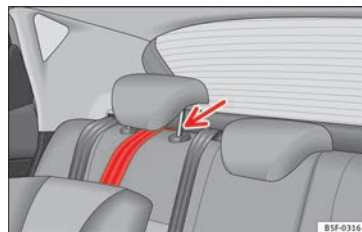

Bild 33 Förankringsbälte: korrekt justering och montering
- För bältet under baksätets nackskydd » **bild 33** (lyft nackskyddet vid behov).